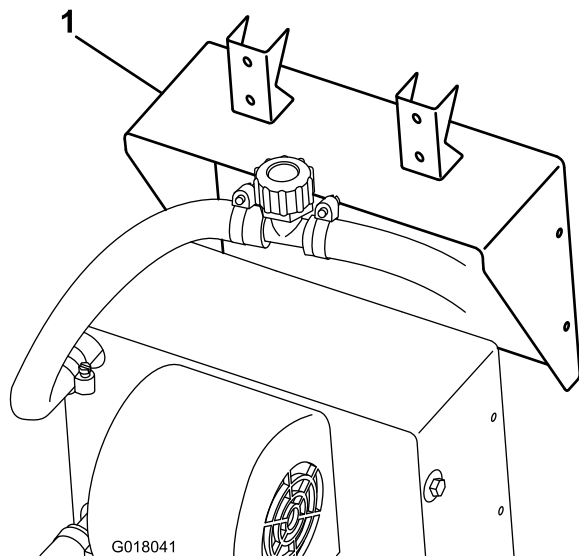

図 3
1. ヒーターに付属しているねじを使って、ヒーターブラケットをヒーターに取り付ける図3。